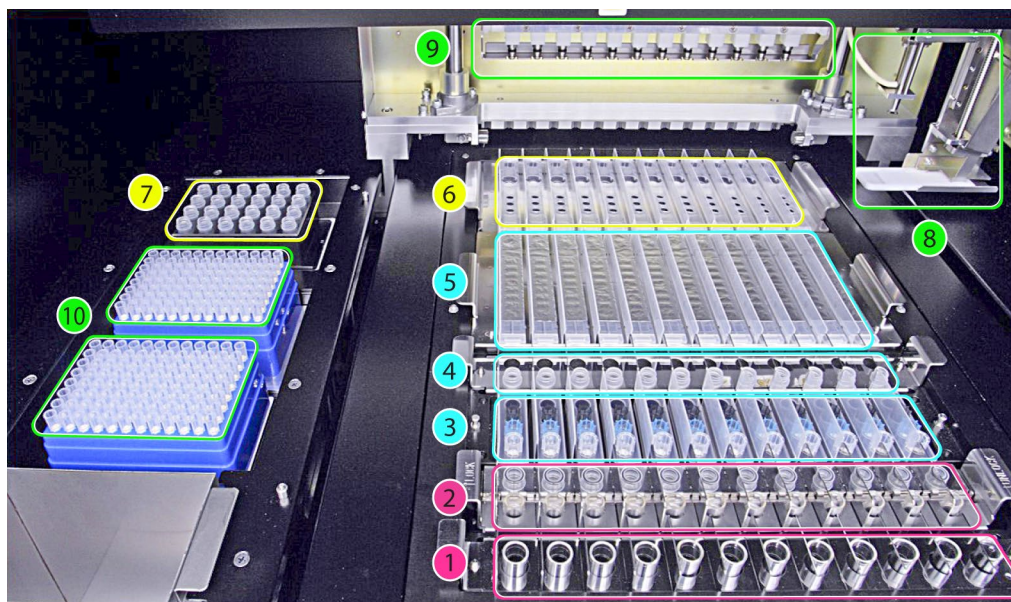

Figure 1 : Zone de chargement du système « ELITe InGenius »
La Figure 1 illustre le système « **ELITe InGenius** ».
La Figure 1 montre : position du portoir pour tubes primaires (1), position du portoir pour tubes de sonication/d'extraction avec capuchons (2), position du portoir pour embouts (3), position du portoir pour tubes d'élution (tube supplémentaire) (4), position du portoir pour cartouches d'extraction (5) et position du portoir pour cartouches de PCR (6), position du bloc de réactifs de PCR et de contrôle interne (gestionnaire des stocks) (7), distribution des échantillons et des réactifs (8, 9), positions du conteneur à déchets (en bas à gauche) et des embouts (10).
- Pour confirmer que les réactifs placés dans la position 7 du gestionnaire des stocks sont en quantité suffisante pour le nombre de tests sélectionnés (voir page 11, Figure 1) comme indiqué à l'écran, appuyer sur le bouton « Next » (Suivant).
8. Placer suffisamment de portoirs à embouts en position 10 (voir page 11, Figure 1).
10. Placer les cassettes de PCR indiquées en position 6 (voir page 11, Figure 1).
12. Placer la/les cassette/s des cartouches d'extraction indiquées en position 5 (voir page 11, Figure 1).
14. Placer le portoir d'élution avec le nombre de tubes supplémentaires indiqué en position 4 (voir page 11, Figure 1).
16. Placer le nombre de cassettes d'embouts indiqué en position 3 (voir page 11, Figure 1).
18. Placer le nombre de tubes d'extraction indiqué en position 2 (voir page 11, Figure 1).
20. Lorsque « Primary Tube » (Tube primaire) a été sélectionné en tant que position d'échantillon dans l'écran « Perform Run » (Exécution cycle), placer les tubes primaires indiquées en position 1 (voir page 11, Figure 1).